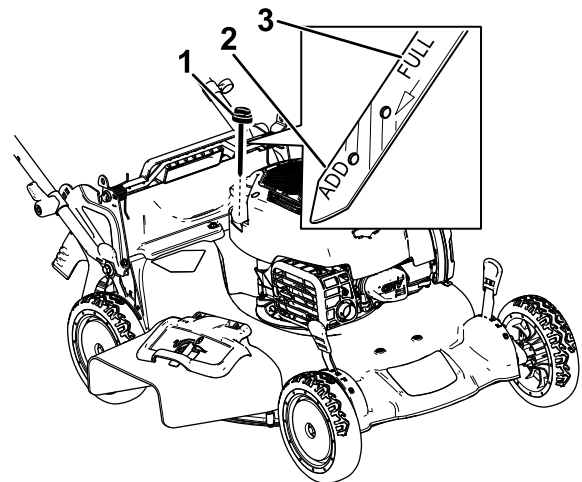

Bild 26
3. Entfernen Sie den Peilstab, indem Sie den Deckel nach links drehen und herausziehen (Bild 26).
10. Lesen Sie den Ölstand am Peilstab ab. (Bild 26)